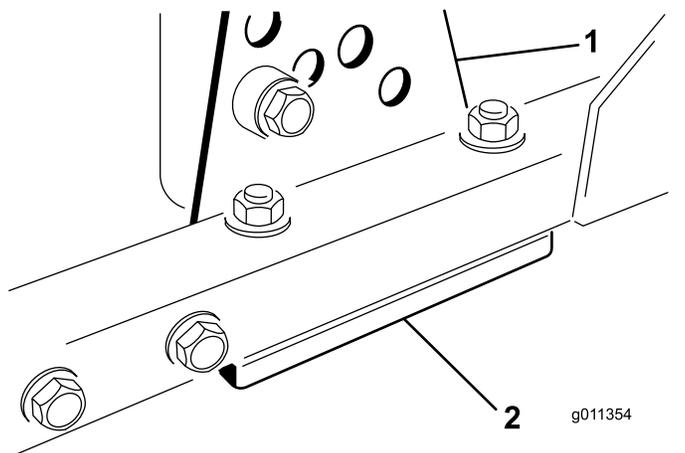

図 123
1. 刈り高ブラケット前、左、右のうち1つをカッティングユニットのフレームから外す図 123。
2. カッティングユニットのフレームとブラケットとの間に厚さ 1.5 mm または 0.7 mm のシム、場合によってはこれらの両方を挿入して、希望する刈り高を達成する図 123。